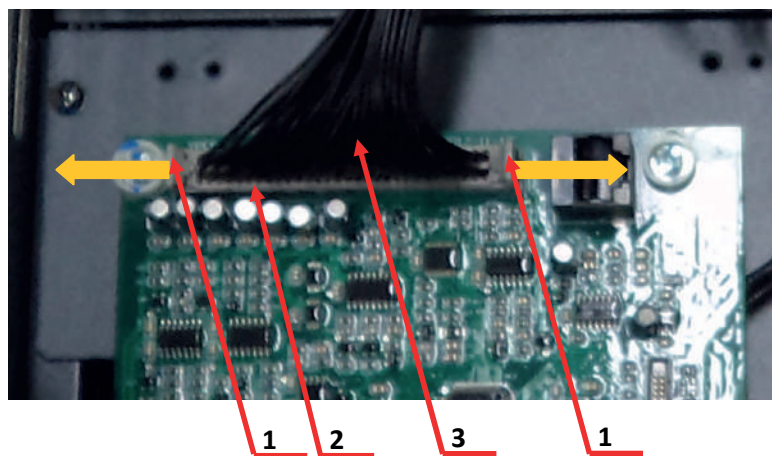

Рис.6.5
- 6.3.2. Аккуратно отжать в направлении, указанном жёлтыми стрелками, фиксаторы поз.1 разъёма поз.2 шлейфа платы ЦП поз.3 (рис.6.5). Отсоединить разъем шлейфа платы ЦП от ответного разъёма на плате ЦП.